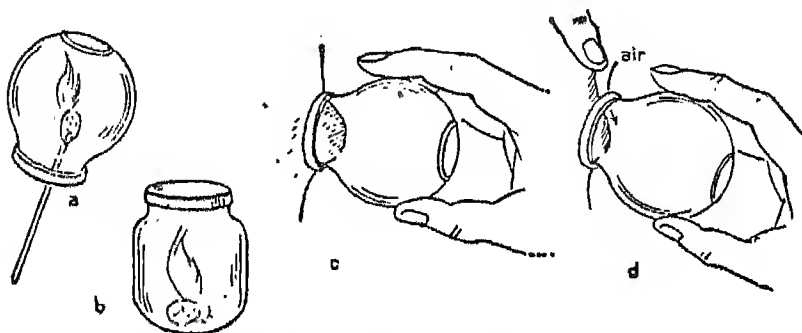

Fig. 6. — Pose d'une ventouse.
a) Introduire, pendant une seconde, à l'intérieur du récipient, un tampon d'ouate imbibé d'alcool enflammé monté sur un fil de fer (fig. 6, a). Appliquer immédiatement la ventouse sur la peau pour assurer une occlusion parfaite
L'air chauffé par l'alcool s'est dilaté : une grande partie a quitté la ventouse. Dès que celle-ci est posée, l'air emprisonné dans le récipient se refroidit. La pression à l'intérieur de la ventouse diminue : la peau et la chair sous-jacente y font saillie (fig. 6, c). L'aspiration provoque un afflux de sang dans la peau, de fins capillaires se rompent : cela décongestionne les organes profonds.
A défaut d'alcool, on peut chauffer l'air de la ventouse en y projetant un morceau d'ouate enflammée (fig. 6, b). Dans tous les cas, il faut agir avec précision et rapidité pour éviter de brûler la peau avec l'ouate enflammée ou le bord trop chauffé du verre.
b) Pour retirer la ventouse, on l'incline d'un côté avec une main, tandis que l'autre presse la peau, près du bord, en sens inverse (fig. 6 d). L'air pénètre en sifflant et le récipient se détache en laissant une trace rouge violacée.